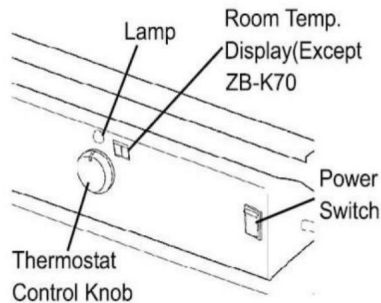

Fig. 5. Kontrollpanel för alla modeller
4. Vrid termostatreglaget till önskad temperaturinställning. De inställningsområdet är från 40°F till 110°F. Tryck strömbrytaren till "ON"-läget (Fig.5). Strömindikatorlampan och rumstemperaturdisplay (endast DG-K100) tänds och värmaren startar.